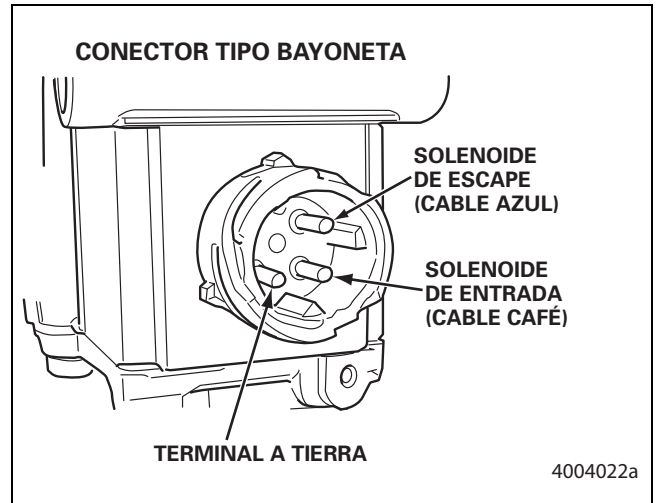
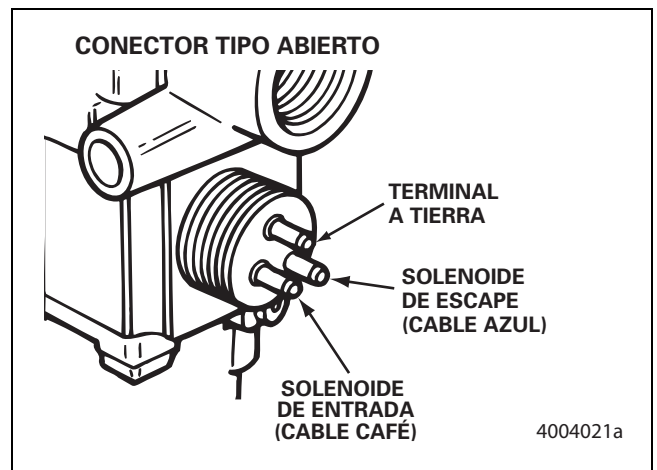

Figura 3.15
Figura 3.16
- Revisar la válvula moduladora por sí sola para ver su resistencia. Figura 3.15 y Figura 3.16.